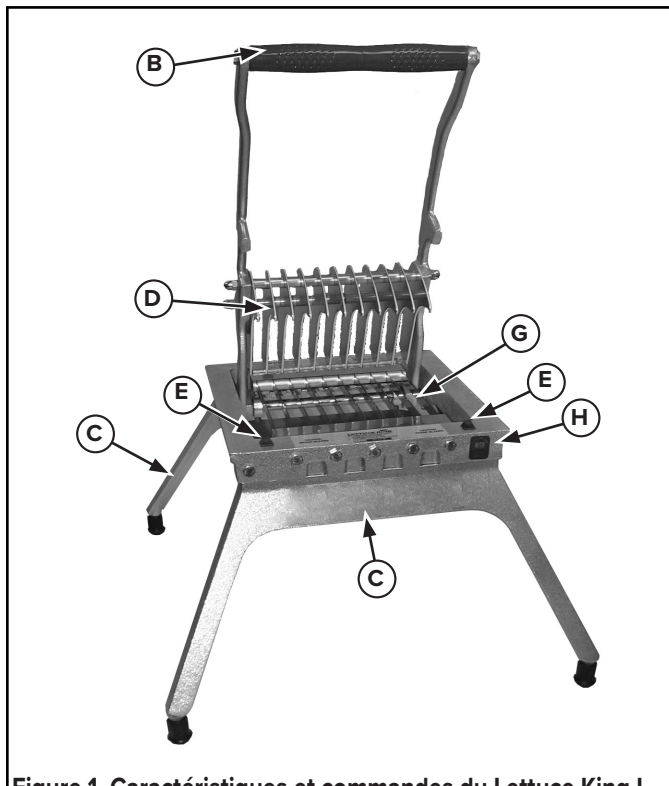

Figure 1. Caractéristiques et commandes du Lettuce King I.
- Avant chaque utilisation, vérifiez toujours l'alignement correct des lames. Placez lentement la tête de poussée (D) sur le jeu de lames. Voir les figures 1 et 2. Ils doivent glisser l'un sur l'autre sans à-coup. En cas d'obstructions, assurez-vous qu'ils concordent.
- Soulevez la poignée (B) et placez le produit alimentaire sur le jeu de lames (G) le côté plat en bas. Voir Figures 1 et 2.
- Lettuce King I :** Enlevez la main de la zone du jeu de lames (G) et placez cette main sur le pied (C). Voir Figure 1.
1. Relevez la poignée au maximum. Voir Figures 1 et 2.
5. Il est préférable de nettoyer le jeu de lames (G) au jet d'eau sous pression à travers les lames du côté non tranchant. Si nécessaire, utilisez une brosse de nettoyage à soies nylon pour pousser les particules d'aliment par le côté non tranchant du jeu de lames (G).
4. Vérifiez si les caoutchoucs (E) sont installés. S'ils manquent, nettoyez la surface et installez les protections du bloc de lames neuf. Voir la figure 1.
5. Enlevez les vis qui fixent le jeu de lames (T). Enlevez et jetez avec précaution le jeu de lames. Voir « Vue éclatée » et « Liste des pièces ».
6. Examinez les doigts de la tête de poussée (J). S'ils sont ébréchés ou ébavurés, lissez les bords avec une petite lime plate. Les espaces entre les doigts doivent être uniformes. Redressez les doigts courbés.
7. Assurez-vous que les protections de lame (V) sont installées sur le jeu de lames. Voir.
8. Placez le jeu de lames (G) dans le cadre (H) de sorte à le loger correctement, le côté tranchant vers le haut. Voir la figure 1.
9. Installez les vis par l'arrière du jeu de lames (G). Serrez jusqu'à ce qu'elles touchent le socle (H). Tournez la vis jusqu'à ce qu'elle soit serrée, sans dépasser 1/2 tour ou 40 po-lb.
10. Placez la rondelle en caoutchouc entre le socle (H) et la lame (G). Insérez les vis dans le cadre et la rondelle en caoutchouc dans le jeu de lames. Tournez la vis jusqu'à ce qu'elle soit serrée, sans dépasser 1/2 tour ou 40 po-lb.
11. Placez lentement la tête de poussée (D) sur le jeu de lames (G). S'il y a contact, la tête de poussée n'a pas besoin d'être ajustée. Pour ajuster, desserrez les vis de calage du collier de blocage, puis ajustez les doigts de la tête de poussée. Resserrez les vis de calage du collier de blocage.